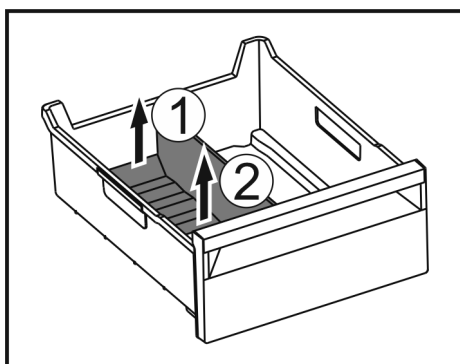

Fig. 179
- ▶ Podignite stražnji dio pregrade ladice za led. Fig. 179 (1)
- ▶ Izvadite pregradu ladice za led prema gore. Fig. 179 (2)